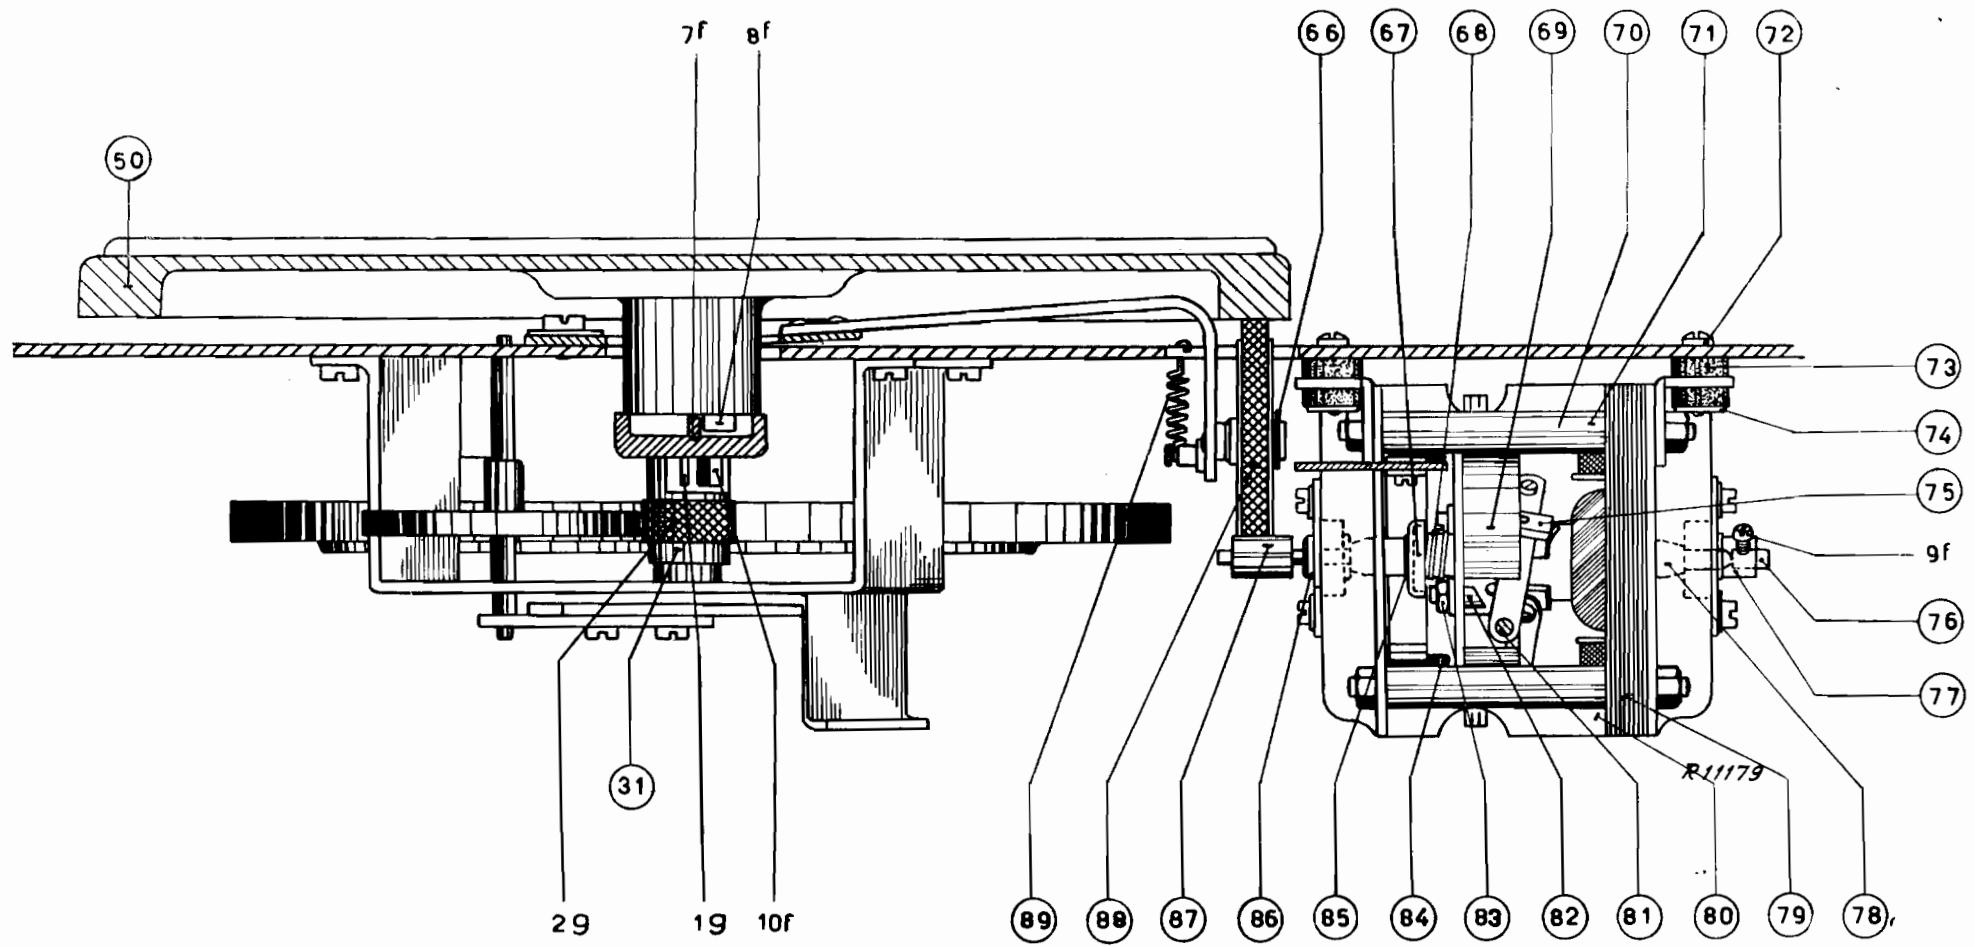

fig. 4
Bij het starten van het apparaat wordt de motor ingeschakeld, begint te draaien en brengt achtereenvolgens de draaitafel en de commandoschijf in beweging. De commandoschijf is voorzien van uitsparingen, verhogingsruggen en segmenten waardoor de nodige bewegingen van de platenwisselaar zoals; het opheffen, verplaatsen en neerkomen van de gramfoonopnemer, het wisselen van de platen enz., enz., worden verricht. Nadat het apparaat bedrijfsklaar is gemaakt, wordt de "Start"knop (9e) achterwaarts bewogen. Het veertje (6f) op de handel drukt de hefboom van de schakelaar (4) omhoog en neemt de bladveertjes (3) mee. De motor begint te draaien. De aandrijfrol (87) op de motoras drijft het overbrengingswiel (88) aan en deze op zijn beurt de draaitafel (50). Door middel van een nok (8f) op de draaitafel, welke aanslaat tegen de rug (7f) in de centrale lagerbus (31), wordt deze laatste aangedreven. (Fig. 4).
MOTOR (Zie Fig. 4).
SNELHEIDSREGELAAR (Zie Fig. 4 en 20).